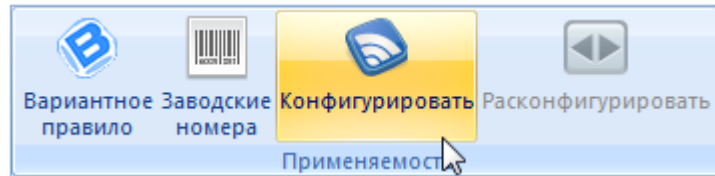

Рис. 10-241 – Запуск окна «Выбор конфигурации»
- 4) Если ни у одного компонента или ЛСИ-системы не будет найдено правило применимости, в котором перечислены все экземпляры ФИ, выводится сообщение, приведенное на рис. 10-241.